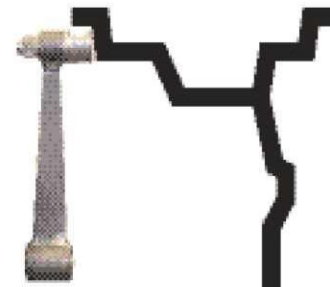

Рис. 10.1
10.2. Для измерения параметра "A" необходимо, взяв за рукоятку, вытянуть из корпуса СБ штангу дистанции, подвести палец на конце рукоятки к месту установки корректирующих грузов на внутренней стороне обода (см. рис. 10.1) и измерить по линейке на штанге дистанции расстояние до корпуса станка в мм.